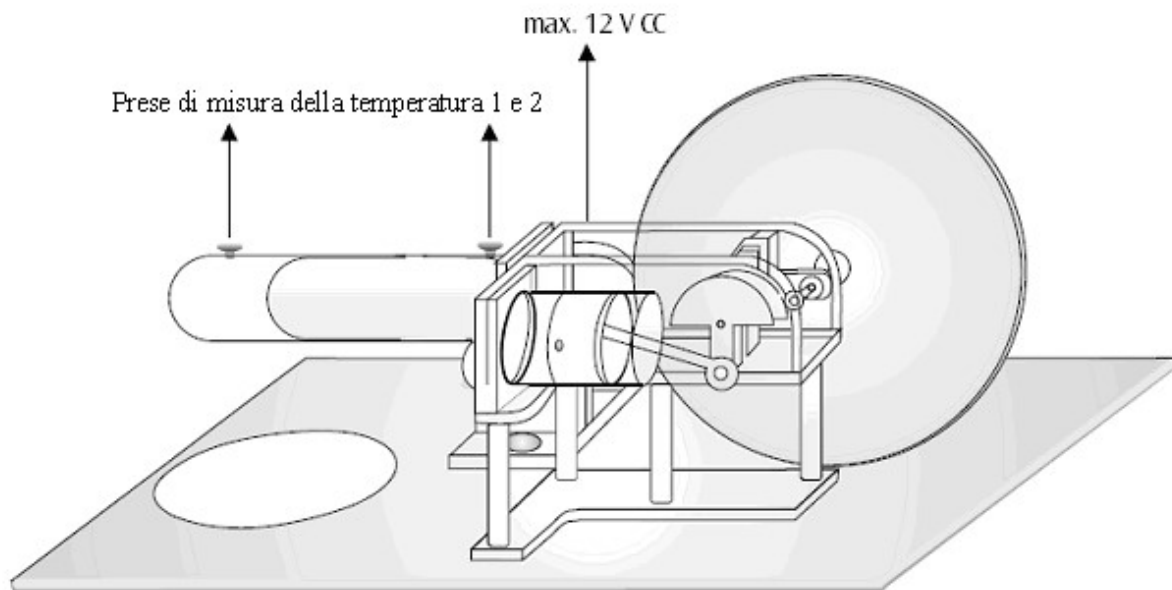

Fig. 3 Il motore Stirling come pompa di calore o macchina frigorifera
- Inserire i sensori di temperatura nelle prese di misura della temperatura e collegarli ad un misuratore (vedere fig. 3).